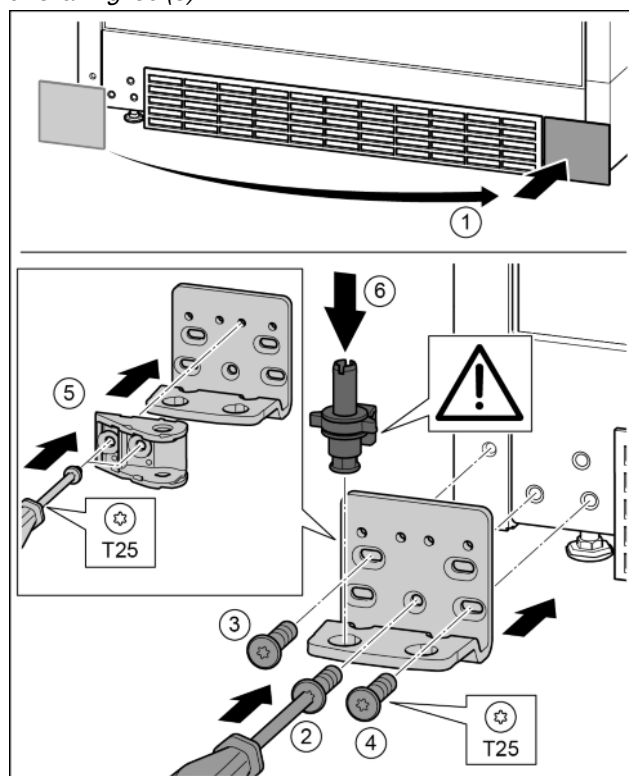

Fig. 31
- ▶ Sejměte kryt a připevněte jej na druhé straně. Fig. 31 (1)
- ▶ Nasadíte stojan ložiska na druhé straně a přišroubujte pomocí šroubováku T25. Začněte šroubem 2 dole uprostřed. Fig. 31 (2)
- ▶ Pevně utáhněte šroub 3 a 4. Fig. 31 (3, 4)
- ▶ Spojení tlumiče zavírání otočte o 180°. Šroubovákem T25 přišroubujte na druhé straně stojanu ložiska. Fig. 31 (5)
- ▶ Zcela vložte ložiskový čep. Přitom dávejte pozor, aby zajišťovací vačka směřovala dozadu. *Fig. 31 (6)*